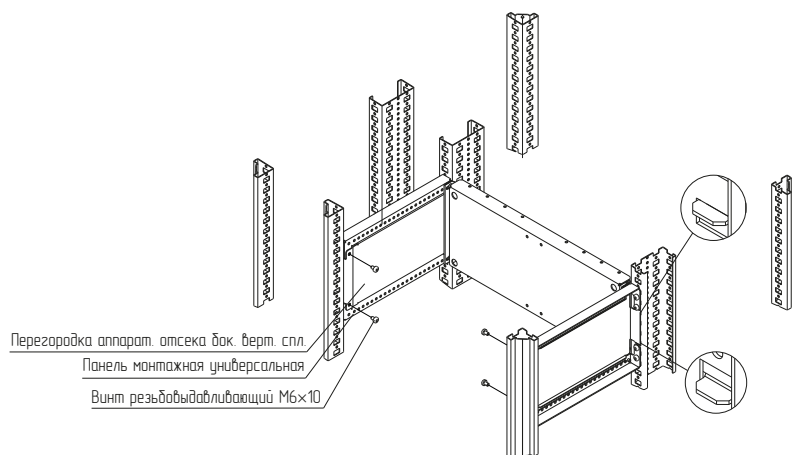

Рисунок 2
4.1.2 Приложить перегородку аппаратного отсека боковую вертикальную сплошную между travers горизонтальных для стационарных МП, и между стойкой каркаса и стойкой дополнительной вертикальной и закрепить винтами М6×10 (рисунок 2). Момент затяжки – 7 Н·м.